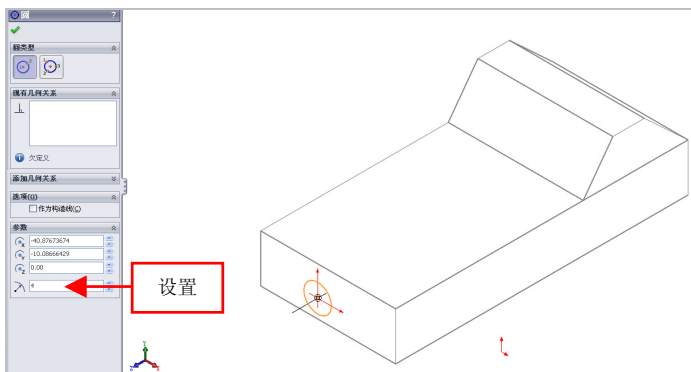

图 2-44 设置参数值
(4) 单击鼠标左键并拖曳，至合适位置后，释放鼠标左键，在【圆】属性管理器中，设置【半径】为 4，如图 2-44 所示。